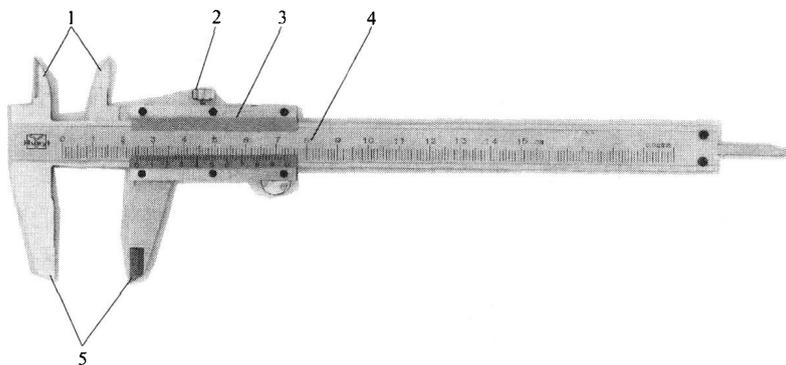

图 1-5 游标卡尺
(1) 游标卡尺的结构和测量精度。常见的游标卡尺结构如图 1-5 所示，由外测量爪、紧固螺钉、游标、尺身和刀口内测量爪等组成。